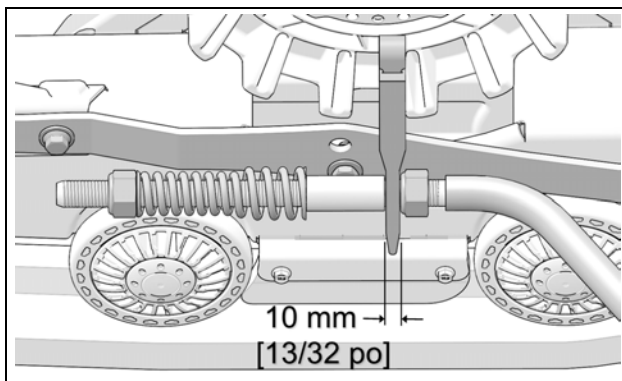

Figure 13
- **IMPORTANT:** Contre-vérifier la distance de 10 mm entre l'écrou et le guide du bras stabilisateur. Réajuster au besoin. Figure 13.